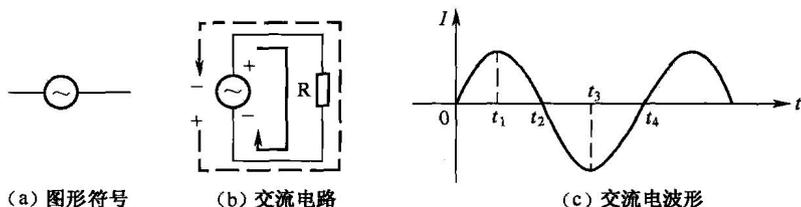

图 1-9 交流电
交流电是指电流方向和大小都随时间作周期性变化的电压或电流。交流电源用图 1-9 (a) 所示的符号表示，交流电路如图 1-9 (b) 所示，交流电的波形如图 1-9 (c) 所示。
为了更好地理解交流电，下面以图 1-9 (b) 所示的交流电路来说明图 1-9 (c) 所示的交流电波形。
① 在 $0 \sim t_1$ 期间：交流电源的极性是上正下负，电流 I 的方向是从交流电源上正 \rightarrow 电阻器 $R \rightarrow$ 交流电源下负，电流 I 逐渐增大，在图 1-9 (c) 中用波形逐渐上升表示， t_1 时刻电
② 在 $t_1 \sim t_2$ 期间: 交流电源的极性仍然是上正下负, 电流 I 的方向仍然是从交流电源上正 \rightarrow 电阻器 $R \rightarrow$ 交流电源下负, 电流 I 逐渐减小, 在图 1-9 (c) 中用波形逐渐下降表示, t_2 时刻电流为 0。
③ 在 $t_2 \sim t_3$ 期间: 交流电源的极性变为上负下正, 电流 I 的方向也发生改变, 在图 1-9 (c) 中的交流电的波形由 t 轴上方转到下方, 表示电流方向发生改变, 电流 I 的方向是从交流电源下正 \rightarrow 电阻器 $R \rightarrow$ 交流电源上负, 电流反方向逐渐增大, t_3 时刻反方向的电流达到最大值。
④ 在 $t_3 \sim t_4$ 期间: 交流电源的极性为上负下正, 电流仍是反方向, 电流的方向是从交流电源下正 \rightarrow 电阻器 $R \rightarrow$ 交流电源上负, 电流反方向逐渐减小, t_4 时刻电流又变为 0。